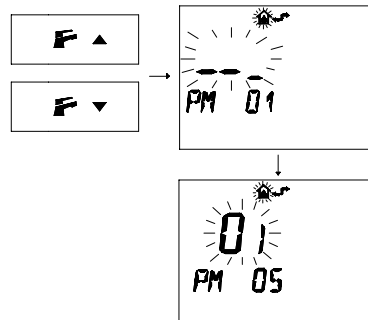

fig. 8.14
- 3 Premere i pulsanti o per visualizzare la programmazione **"PM 05"** Tipo gas primo livello fig. 8.14